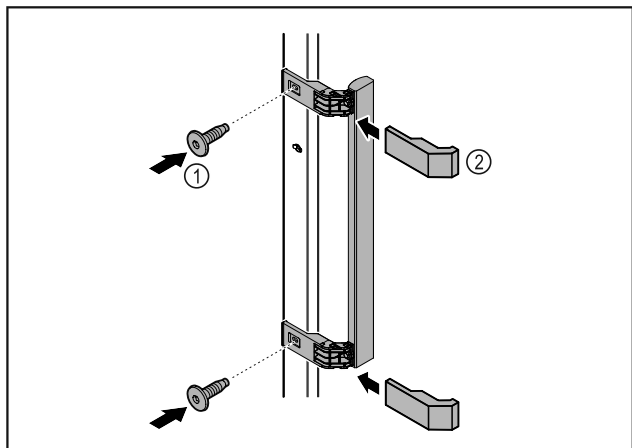

Fig. 6
- ▶ Skru håndtaget i tilbehørspakken fast på døren med de medfølgende skruer Fig. 6 (1).
- ▶ Sæt afdækningen Fig. 6 (2) på.